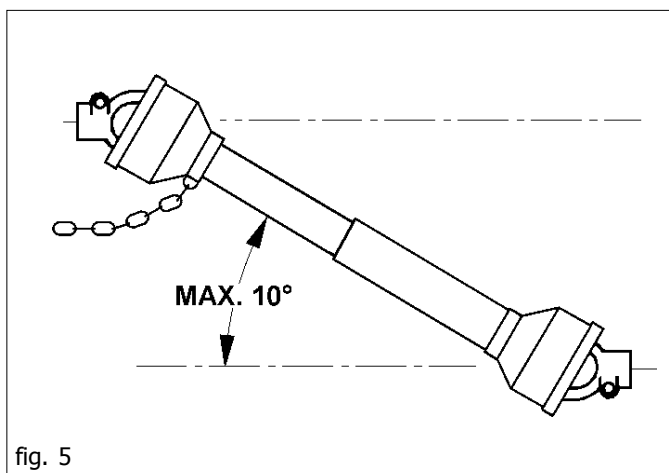

fig. 5
- 47) Débrayer toujours la prise de force quand l'arbre à cardans est trop ouvert (jamais plus de 10 degrés - Figure 5) et quand la prise de force n'est pas utilisée.